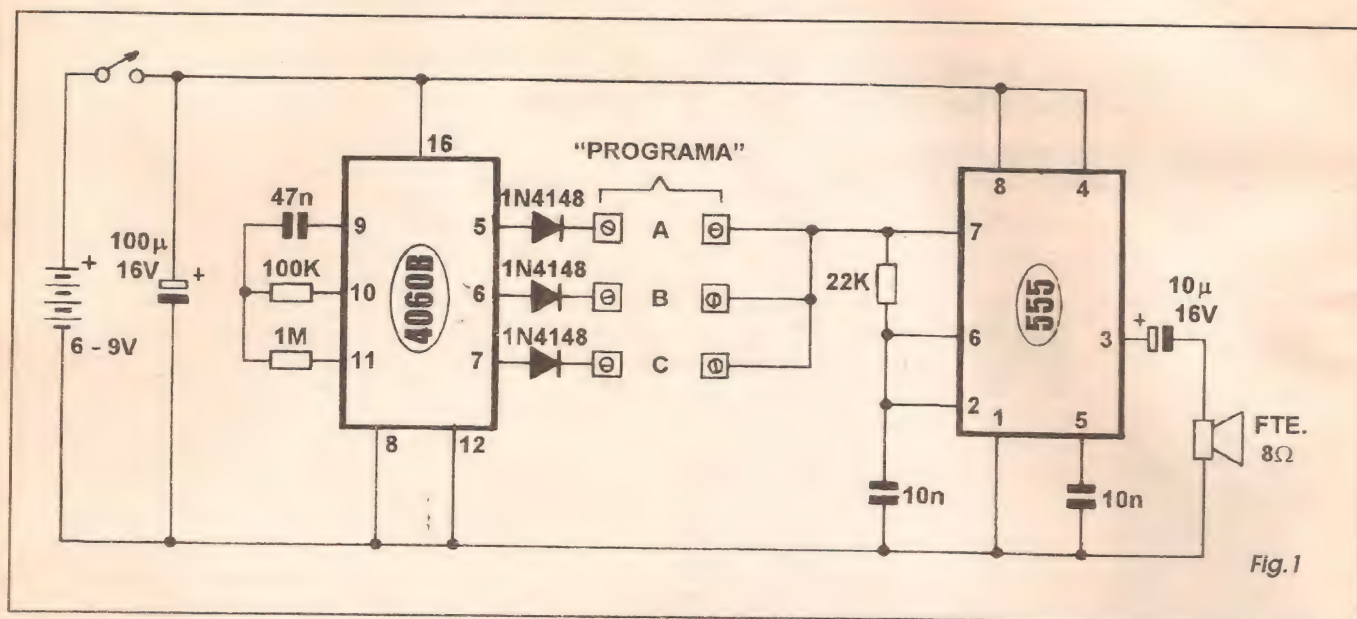

Fig. 1
- FIG. 1 - DIAGRAMA ESQUEMÁTICO DO CIRCUITO - Novamente graças ao inteligente aproveitamento das melhores potencialidades de alguns integrados digitais muito comuns e baratos, um funcionamento relativamente complexo foi obtido de um circuito incrivelmente simples e muito barato...! Só para dar uma idéia, se o mesmo circuito fosse desenvolvido a partir de componentes discretos (tendo como componentes ativos - digamos - apenas transistores comuns...), resultaria num arranjo com centenas e mais centenas de peças...! Analisemos a organização do circuito: um 555 funciona basicamente como ASTÁVEL (oscilador) acionando um pequeno alto-falante através de um capacitor isolador de 10u... A função desse capacitor é evitar que ocorra uma forte polarização em C.C. sobre o alto-falante, o que poderia causar danos ao transdutor, além de forçar o próprio integrado, em termos de dissipação... O resistor de 22K mais o capacitor de 10n fazem parte da rede RC determinadora da frequência de oscilação, como sabem os leitores/alunos que estudaram a lição específica sobre o 555 como ASTÁVEL, numa já distante aula do ABCDE (quando ainda era uma revista independente...). Entretanto, quem prestar atenção, notará também que no arranjo "falta" um dos resistores convencionais para o ASTÁVEL com 555: aquele que normalmente fica entre o pino 7 e a linha do positivo da alimentação... No circuito, esse resistor foi simplesmente substituído por três slots (A-B-C) a serem preenchidos pelo montador, experimentalmente e à vontade, com componentes (resistores ou outros membros da família resistiva...) externamente anexáveis... Esses três slots